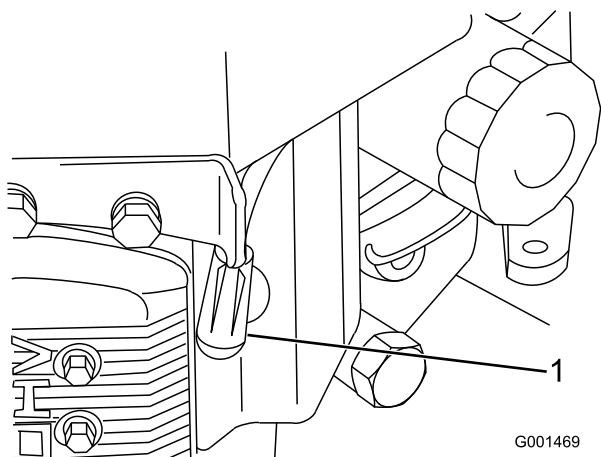

Figura 25
- Desconecte los cables de las bujías (Figura 25).